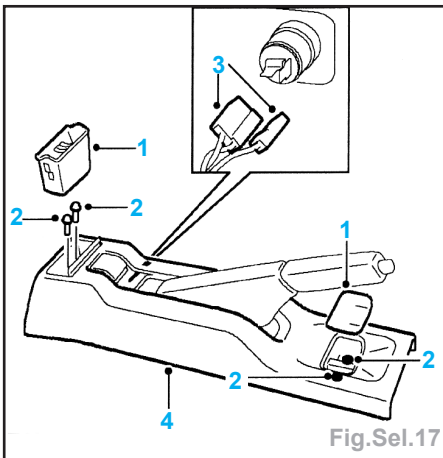

Fig.Sel.17
- Déposer (Fig.Sel.17) :
- le cendrier (1) et le cache de la vis,
- les 4 vis (2) de la console,
- soulever la console et débrancher le connecteur et la fiche multibroches (3) de l'allume-cigares,
- déposer la console AR (4).